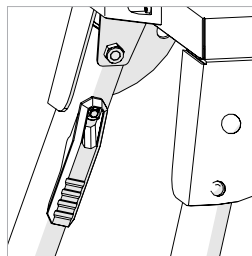
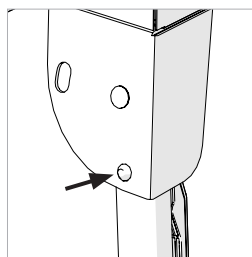

Fig. 1
Fig. 2
- Schiacciare la leva di blocco/sblocco (**Fig.1**) verso la gamba per liberarla dalla posizione di chiusura.
- Ripetere fino al dispiegamento delle (4) gambe.
- Assicurarsi che tutte e quattro (4) le gambe siano bloccate nella loro posizione operativa. I perni di bloccaggio delle cerniere devono essere del tutto innestati negli alloggiamenti integrati sulle staffe agli angoli del banco. (**Fig.2**).